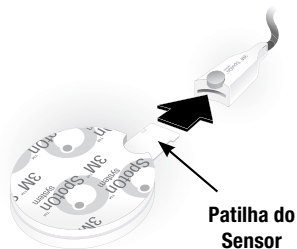

Figura 7: Ligação do sensor ao cabo do sensor
3. Ligue o sensor de temperatura SpotOn ao conector do cabo do sensor. Certifique-se de que a patilha do sensor se encontra devidamente ligada e totalmente inserida no cabo do sensor (Figura 7). Quando a ligação do sensor for confirmada, o ecrã da unidade de controlo passará para o ecrã de prontidão (consulte “Pronto” na página 254).